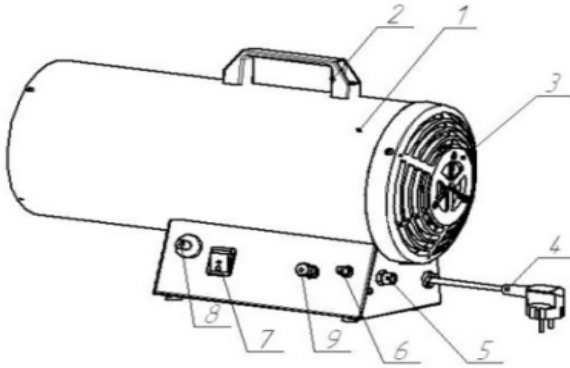

Рис.1
- Подключите шланг подачи газа к штуцеру (5, рис.1) на газовой пушке. Не допускается перекручивание и передавливание шланга подачи газа во избежание его повреждения.
- Включите выключатель питания (7, рис.1). Убедитесь, что вентилятор работает.
- Зажмите кнопку подачи газа (6, рис 1) и в то же время нажимайте на кнопку пьезоподжига (8, рис. 1) до тех пор, пока не загорится пламя. После появления пламени кнопку подачи газа (6, рис 1) необходимо удерживать 10-20 секунд для ее блокировки, после чего горелка будет гореть сама.
- Для модели TG-20 отрегулируйте подачу газа вращением ручки регулировочного клапана (9, рис.1) для установки необходимой мощности.
- Перекройте подачу газа на баллоне. После этого, в течение пяти минут, дайте вентилятору охладить горелку и затем отключите выключатель питания (7, рис.1).